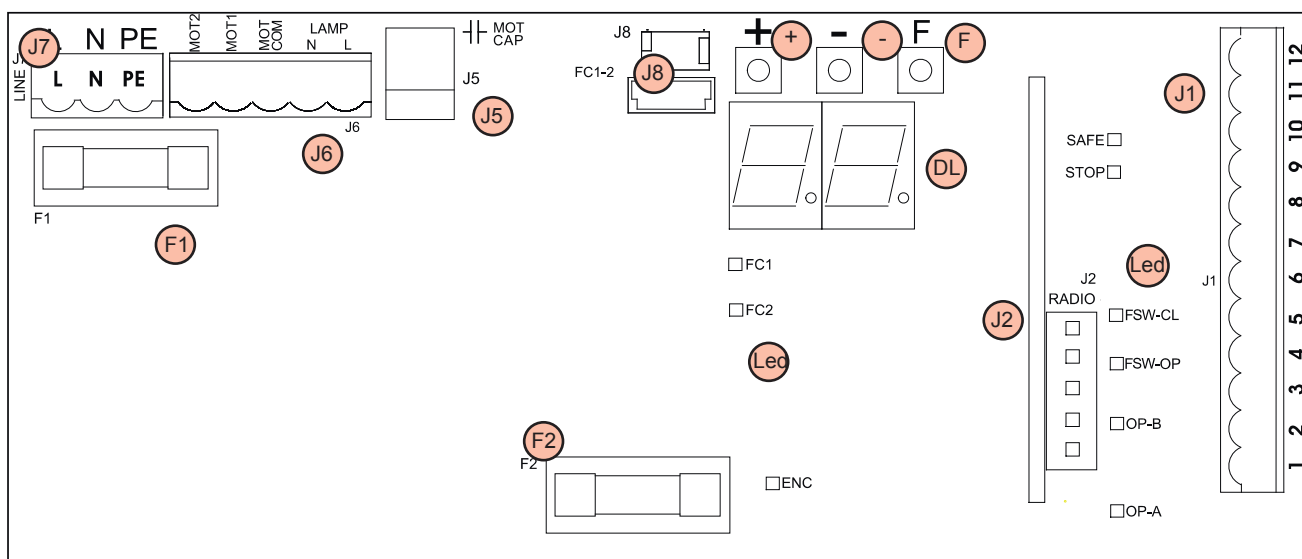

Fig. 22
- Ligar o cabo de aterramento ao respectivo borne, no conector J7 da placa, e à bucha do operador (fig. 22 e 40).
Fusíveis de proteção	Nº 2 (ver a fig. 22 e par. 5.3)